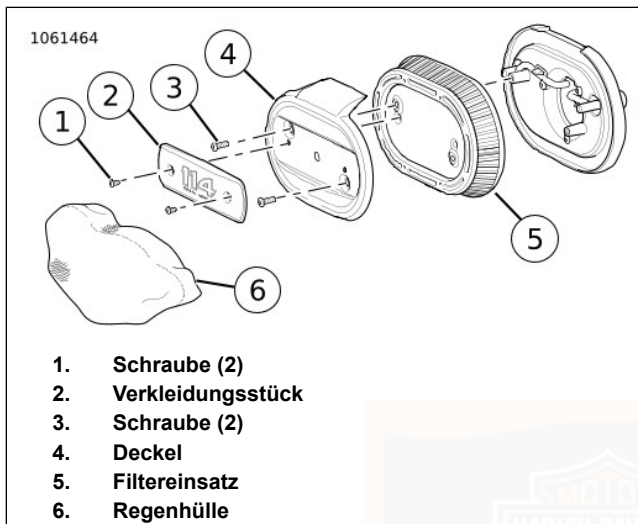

Abbildung 63. Luftfilter: Oval
1. Siehe Abbildung 63. Luftfilter-Ziereinsatz entfernen.
- a. Die Schrauben (1) des Ziereinsatzes entfernen.
- b. Zierring (2) entfernen.
- a. Die Schrauben (3) entfernen.
- b. Den Deckel (4) entfernen.
- c. Den Luftfiltereinsatz (5) entfernen.
Bei Ausstattung mit ovalem Luftfilter: Siehe Abbildung 63. Unter feuchten Bedingungen oder bei Regenwetter kann Wasser in den Motor eindringen, da der Filtereinsatz freiliegt. Wenn das Motorrad geparkt ist, kann eindringendes Wasser zu Motorkorrosion oder -schäden führen. Während der Fahrt kann Wasser Fehlzündungen des Motors verursachen. Bei Nässe oder Regen die Regenschutzhülle (6) über den Luftfilterbaugruppe stülpen, um Eindringen von Wasser zu minimieren.
1. Siehe Abbildung 63. Abdeckungsteile und Luftfiltereinsatz einbauen.
- a. Den Luftfiltereinsatz (5) anbringen.
- b. Die Abdeckung (4) anbringen.
- c. Die Schrauben (3) anbringen. Auf 5,7–6,75 N·m (50–60 **in-lbs**) anziehen.
- a. Ziereinsatz (2) anbringen.
- b. Die Verkleidungsstückschrauben (1) anbringen. Auf 3–3,6 N·m (27–32 **in-lbs**) anziehen.